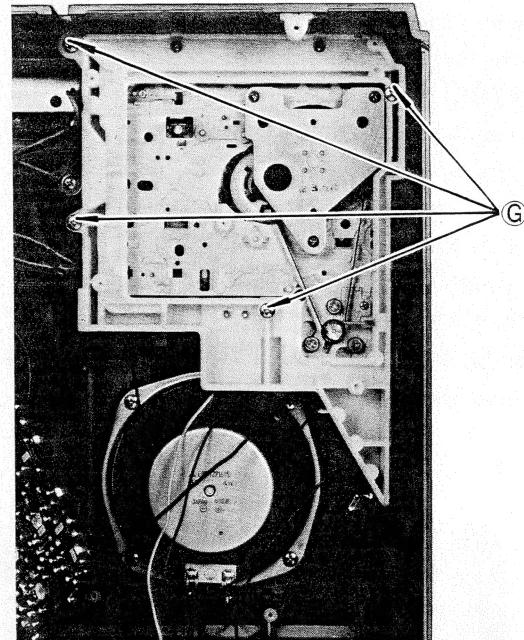

Fig. 7 Abb. 7
1. Remove 4 screws **G** as shown in Fig. 7
1. Die in Abb. 7 gezeigten 4 Schrauben **G** entfernen.